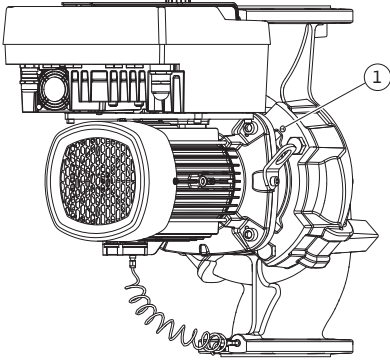
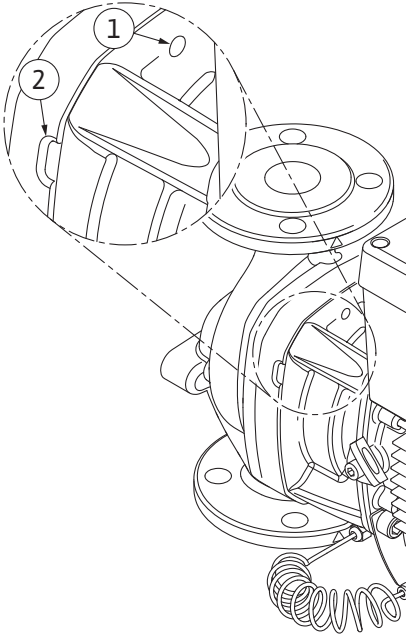

Fig. 98: Takma kitinin diři delikleri üzerinden dışarı bastırılması
Fig. 99: Takma kitinin pompa gövdesinden dışarı itilmesi için yivli delikler ve açıklıklar
12. Pompa tipi (Fig. III) için cıvataları Poz. 29 çözün. Bitişik iki diři deliđi (Fig. 98, Poz. 1) kullanın ve müşteri tarafından sağlanan uygun cıvataları kullanın (ör. M10 x 25 mm). Takma kitini pompa gövdesinden ayırın. Pompa tipi (Fig. I ve Fig. II) için iki M10 diři deliđi kullanın (bk. Fig. 99) ve müşteri tarafından sağlanan uygun cıvataları (ör. M10 x 20 mm) kullanın. Bastırma için kızaklar da (Fig. 99, Poz. 2) kullanılabilir. Bu işlem için ör. iki tornavidayı kaldırmaç olarak kullanın. Yaklaşık 15 mm bastırma mesafesinden sonra takma kiti artık pompa gövdesine ilerletilemez.